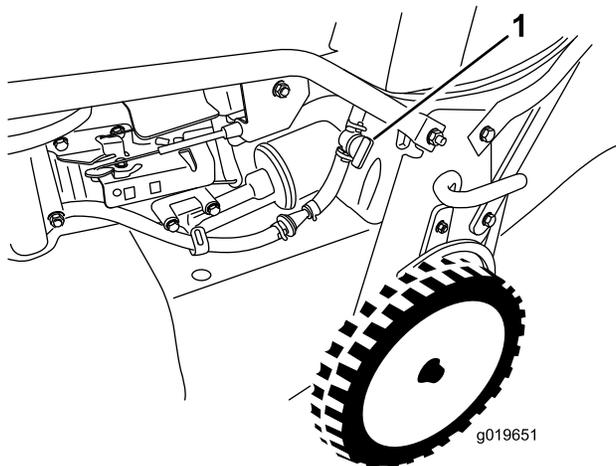

Figura 19
2. Abra la válvula de combustible (Figura 19).